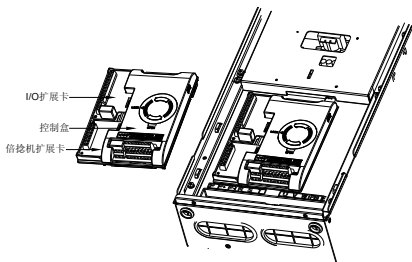

图 2 APV-C305 的安装示意图
■ 扩展卡安装请参照图 2。
- ① 打开变频器的上盖板；
- ② 取下变频器操作面板，在倍捻机扩展卡插座处插入扩展卡直至接触良好。